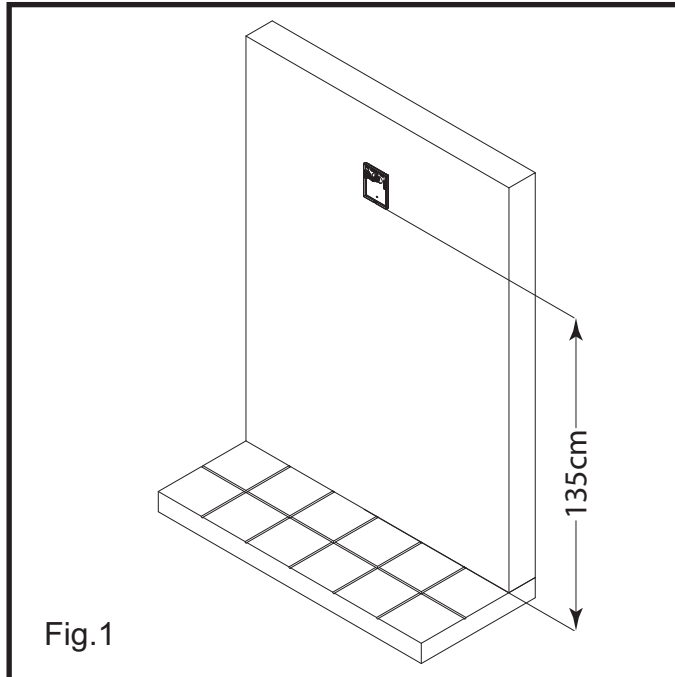
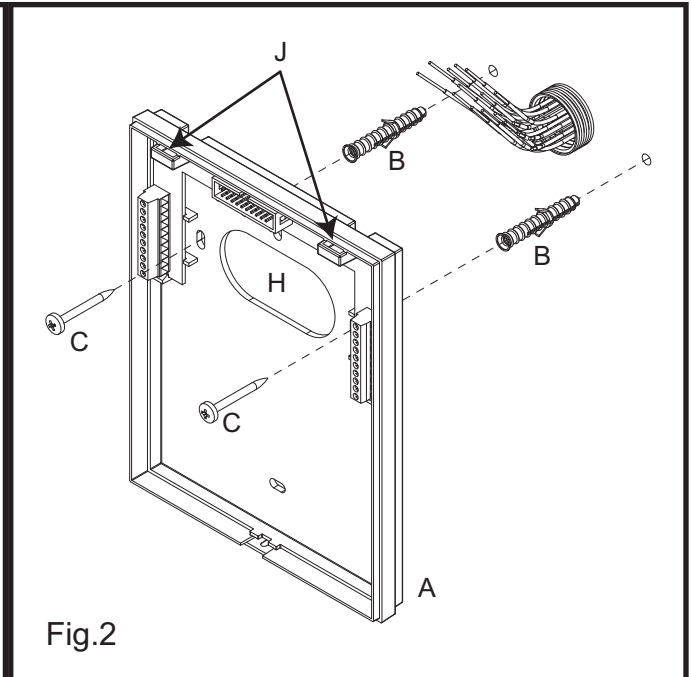
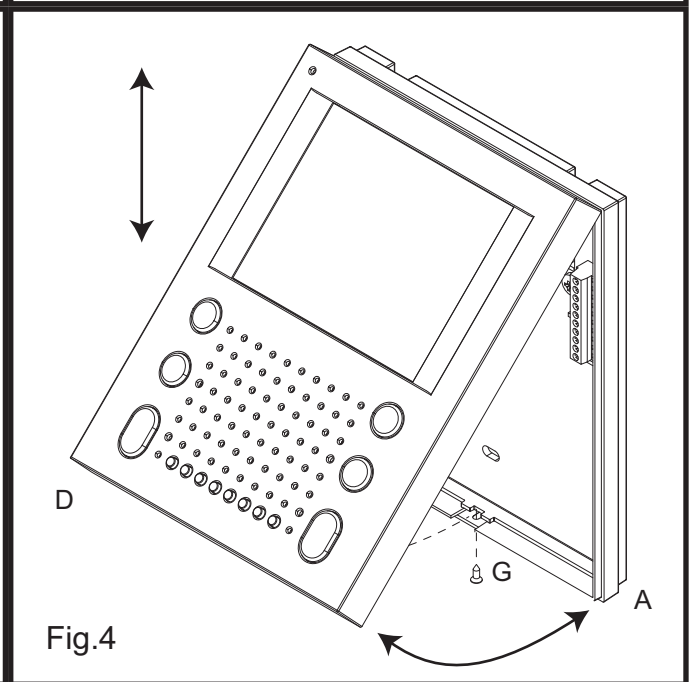

Fig.1
Fig.2
Fig.4
- Appoggiare a parete la base "A" ad una altezza di circa 135cm (Fig.1) dal pavimento finito e prendere i riferimenti per i fori di fissaggio, tenendo presente che i conduttori devono passare attraverso la fessura "H" (Fig.2).
- Con l'ausilio degli incastri "J" (Fig.2) agganciare il coperchio "D" alla base "A" come mostrato in figura 4 quindi spingere la parte inferiore del coperchio "D" verso la base "A" e procedere al collaudo del sistema.
- Terminato il collaudo del sistema, assicurare il coperchio "D" alla base "A" con l'ausilio della vite "G" (Fig.4).
- Put the bottom "A" against the wall at 135cm from the finished floor (Fig.1). All cables must be fed through hole "H" (Fig.2).
- Leaving approximately 135cm from the finished floor, fit the bottom "A" against the wall and mark the fixing holes considering that the cables must fed through the opening "H" (Fig.2)
- Make the holes, and fix bottom "A" on the wall using the two wall plugs "B" and the two screws "C" as shown in figure 2.
- Hook cover "D" to bottom "A" by using the two clips "J" (Fig.2) as shown in figure 4 then push down cover "D" towards bottom "A". Then proceed with system testing.
- When finished the testing, fix cover "D" at the bottom "A" using the screw "G" (Fig.4).